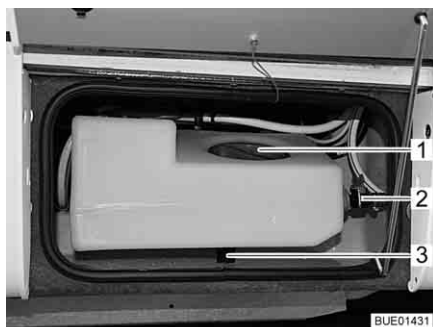
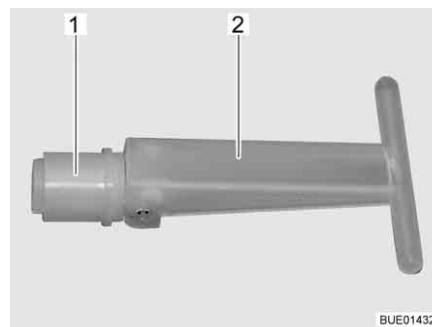

Fig. 229 Réservoir d'eau supplémentaire
Fig. 230 Bouchon de fermeture
Quand le robinet de vidange (Fig. 229,2) est ouvert, la contenance du réservoir d'eau supplémentaire est limitée à env. 30 l ; l'eau en surplus s'écoule. Quand le robinet de vidange est fermé, le volume complet du réservoir est disponible.
Quand on tire sur le bouchon de fermeture (Fig. 230,1) à l'intérieur du réservoir d'eau supplémentaire, l'eau s'écoule par l'orifice d'écoulement (Fig. 229,3). Le bouchon de fermeture est accessible par l'ouverture de service (Fig. 229,1).
- S'assurer que le bouchon de fermeture (Fig. 230,1) est fermé dans le réservoir d'eau supplémentaire (la poignée (Fig. 230,2) est rabattue).
- S'assurer que le robinet de vidange (Fig. 229,2) est fermé.
- Ouvrir l'ouverture de service (Fig. 229,1) dans le réservoir d'eau supplémentaire.
- Placer la poignée (Fig. 230,2) du bouchon de fermeture (Fig. 230,1) à la verticale à travers l'ouverture de service et retirer le bouchon.
- Ouvrir le robinet de vidange (Fig. 229,2) sur le réservoir d'eau supplémentaire.